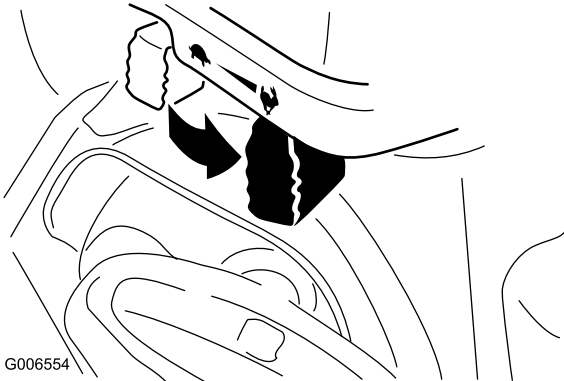

Figura 24
6. Mettete l'acceleratore in posizione Fast (Figura 24).